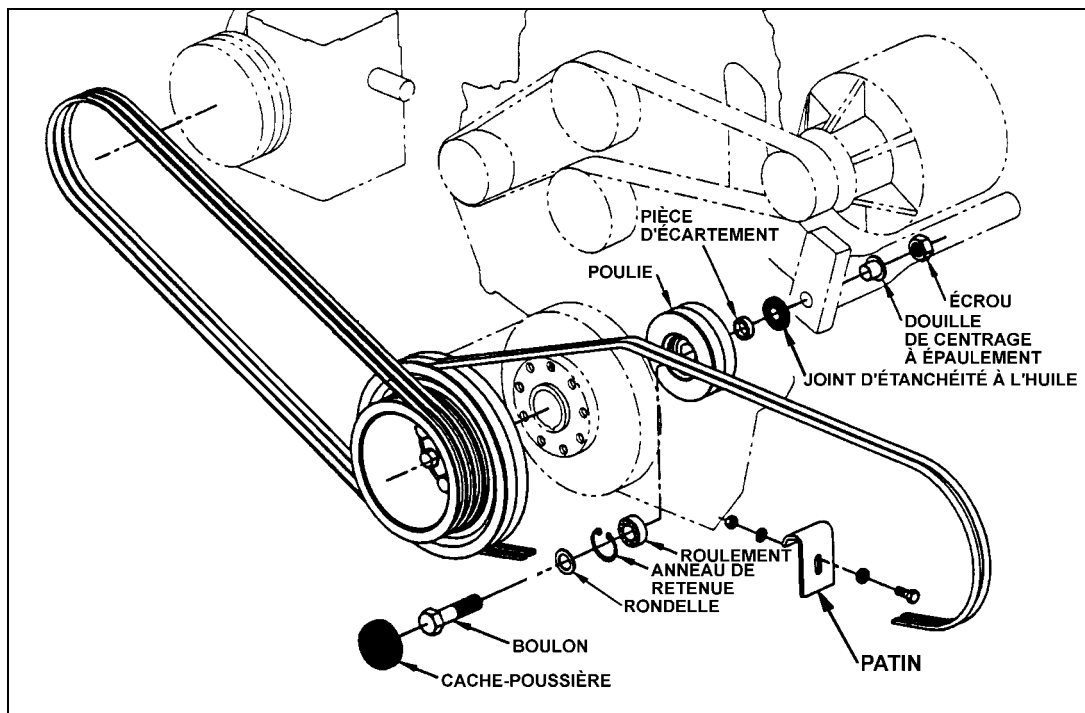

FIGURE 2: ENTRAÎNEMENT DU COMPRESSEUR D'A/C
3. Desserrer le boulon qui retient en place la poulie intermédiaire qui sert à tendre la courroie du compresseur d'A/C, séparer les pièces (voir fig. 2).
6. Installer la pièce d'écartement (Prévost #052219), le joint d'étanchéité à l'huile (Prévost #507360), la nouvelle poulie (Prévost #453078) et la rondelle puis fixer la poulie sur le moteur à l'aide du boulon et de l'écrou (voir fig. 2).
1. Desserrer le boulon qui retient en place la poulie intermédiaire supérieure qui sert à tendre la courroie du compresseur d'A/C, séparer les pièces (voir fig. 2 et 3).
4. Installer la pièce d'écartement (Prévost #052219), le joint d'étanchéité à l'huile (Prévost #507360), la nouvelle poulie (Prévost #453078) et la rondelle puis fixer la poulie sur le moteur à l'aide du boulon et de l'écrou (voir fig. 2 et 3).